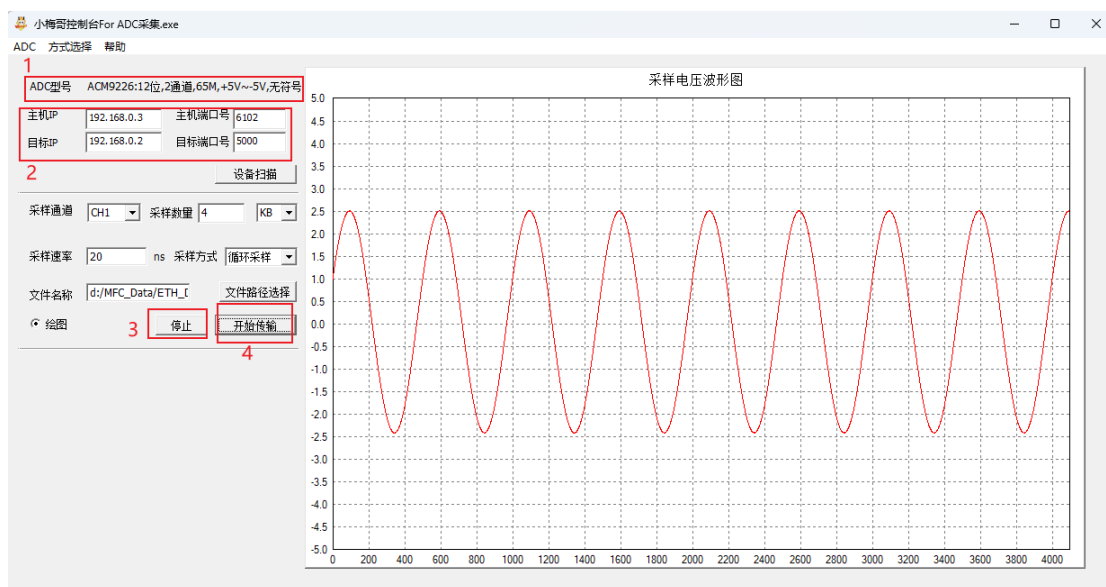

图 1-63 数据采集上位机显示图
5. 点击开始传输之后，可以看到在右边采样电压波形图界面可以直观看得到波形图，如下图 1-63 所示。需要注意的是波形图的横坐标对应的不是频率，而是采样数量。